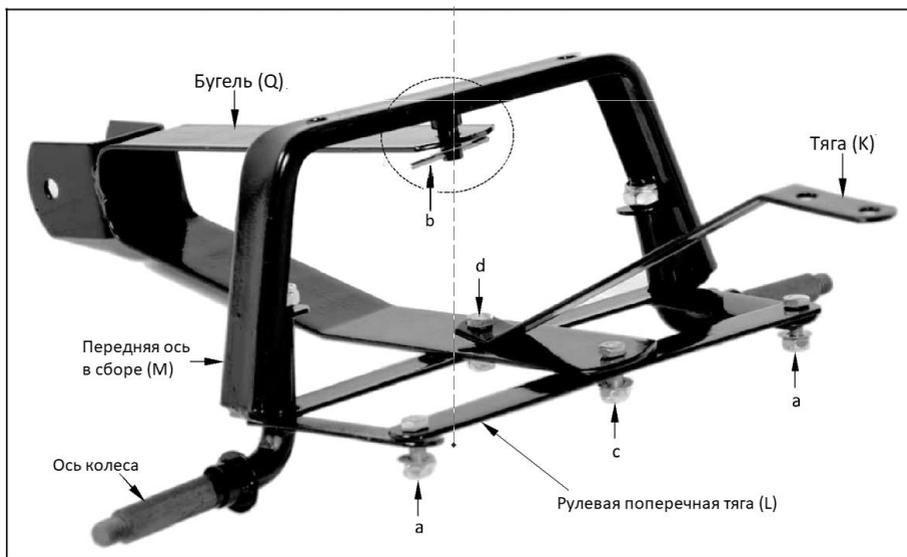

Рисунок 1. Схема сборки рулевого механизма
- Соедините Переднюю ось (M) и Рулевую поперечную тягу (L) двумя болтами (I) в позициях «а», как показано на рис. 1.
- Соедините Бугель (Q) и Переднюю ось (M) в позиции «б» и вставьте шплинт с отверстием оси, как показано на рис. 1.
- Соедините Бугель (Q) и Переднюю ось (M) в позиции «с» при помощи болта, как показано на рис. 1.
- Соедините Тягу (K), Бугель (Q) и собранную Переднюю ось (M) болтом в позиции «д», как показано на рис. 1.